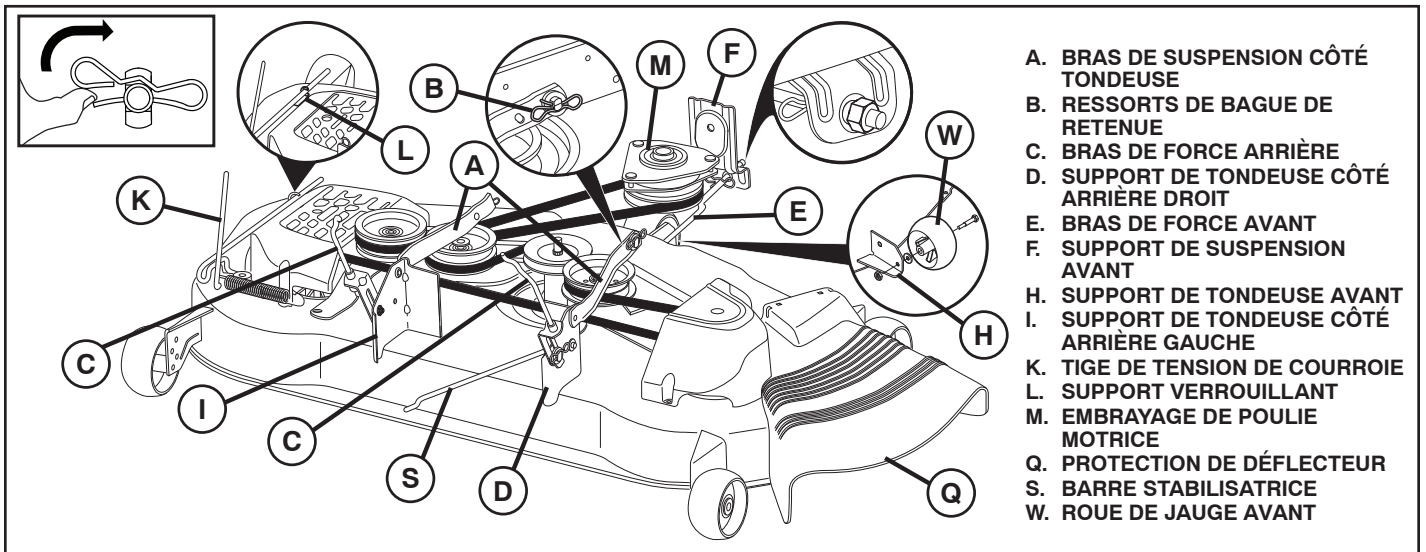

Fig. 8
9. INSTALLER LA COURROIE SUR L'EMBRAYAGE DE POULIE MOTRICE (M) (Voir la Fig. 8 & 15)
- Désengager la tige de tension de courroie (K) du support verrouillant (L).
- Installer la courroie sur l'embrayage de poulie motrice (M).